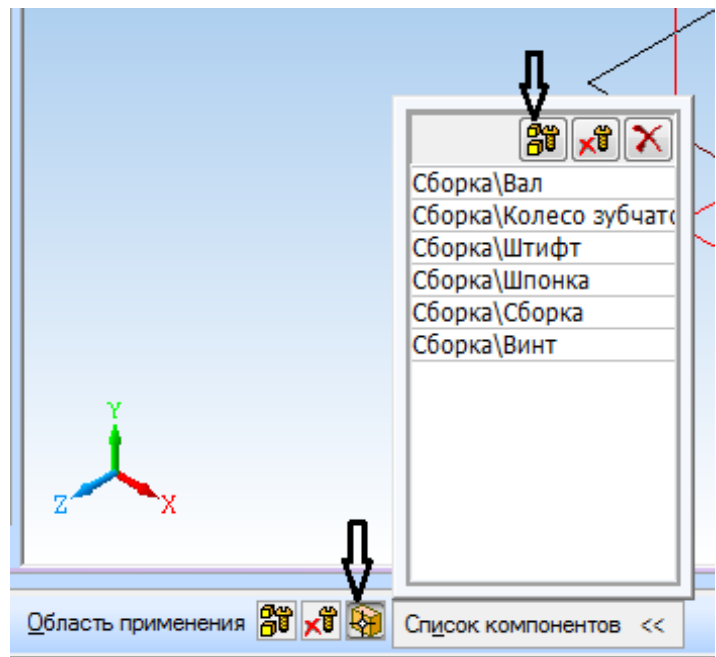

Рисунок 131.
4. Выберите команду *Выбор компонентов – «Список компонентов» - «Все компоненты»*, в результате в окне отобразятся все модели (рисунок 131). С помощью команды *«Удалить»* удалите из списка стандартные модели, которые не должны быть разрезаны (вал, винт, штифт, шпонка).